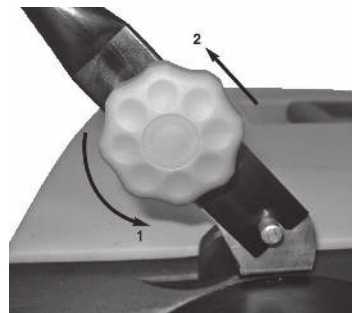

Рис. 10
Снимите фиксаторы (рис 9 п 2) и соответствующие винты. При необходимости выберите одно из трех отверстий (F), затем снова затяните фиксаторы и соответствующие винты. Нажимную планку можно установить на три разные высоты на расстоянии примерно 98 см - 94 см - 89 см. Рукоятку можно сложить, как показано на рис. 10.